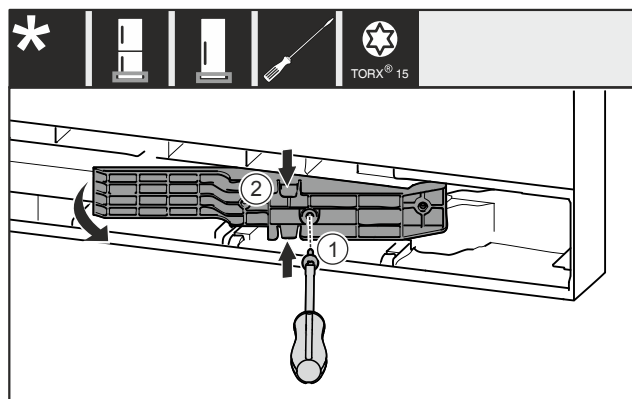

Fig. 22 *
- ▶ Rimuovere la vite Fig. 22 (1)*
- ▶ Comprimere leggermente l'adattatore Fig. 22 (2) in alto e in basso ed estrarlo.*